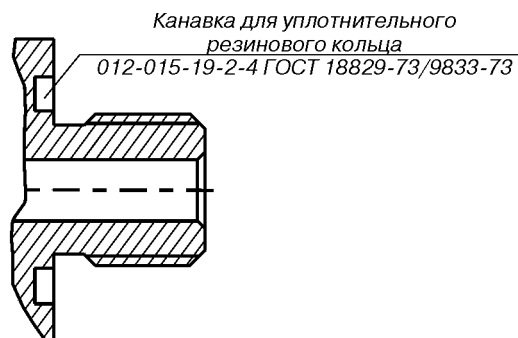

Рис.2.
** Штуцеры выполнены в соответствии с рис.2 (предназначены для подключения к датчикам типа Метран-100 мод. 1110, 1310, 1131, 1151, 1492 и т.д.).